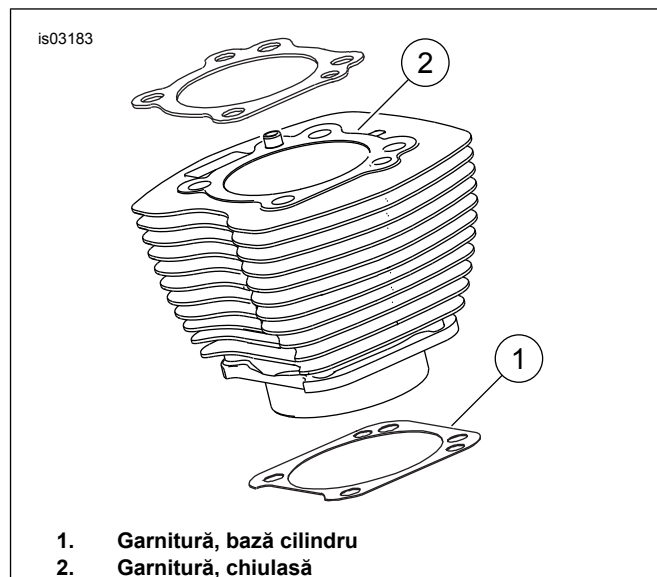

Figura 1. Garnituri cilindru
Figura 1. Garnitura de 4.060 in. a bazei cilindrului (1) și garnitura chiulasei (2) elimină necesitatea garniturilor inelare. Nu utilizați garnituri inelare pe diblurile cilindrului sau pe cepul cilindrului.